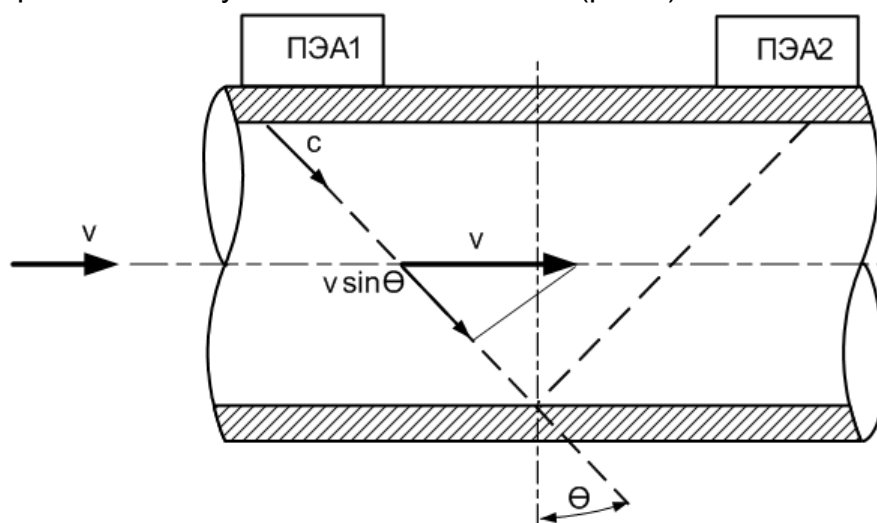

Рис.1. Схема прохождения УЗС.
- 1.5.1.2. Электрические зондирующие импульсы, генерируемые ВП, попеременно поступают на ПЭА1 и ПЭА2 (рис.1).